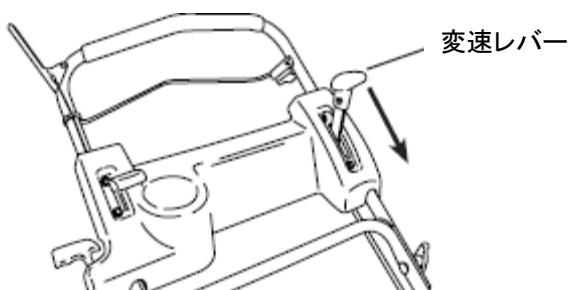

図 6-7
③ 従動ディスクの調節
1. エンジンを停止して変速レバーを高速の位置(レバーが前方の位置)にします。(図6-7)